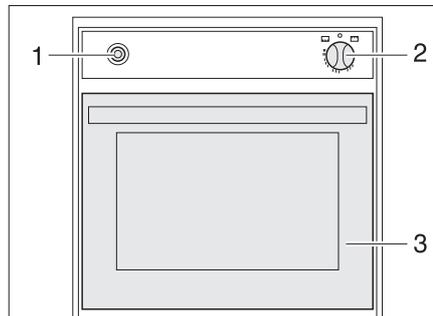

Bild 229 Gasbackofen (Spinflo)
- Backofenklappe (Bild 229,3) ganz öffnen.
- Drehregler (Bild 229,2) leicht drücken und auf "🔥" (Backofen) oder "GRILL" stellen.
- Drehregler (Bild 229,2) drücken und 5 bis 10 Sekunden lang gedrückt halten. Es strömt Gas zum Brenner.
- Zündschalter (Bild 229,1) so oft drücken, bis die Flamme brennt.
- Drehregler (Bild 229,2) auf "0" drehen. Die Flamme erlischt.